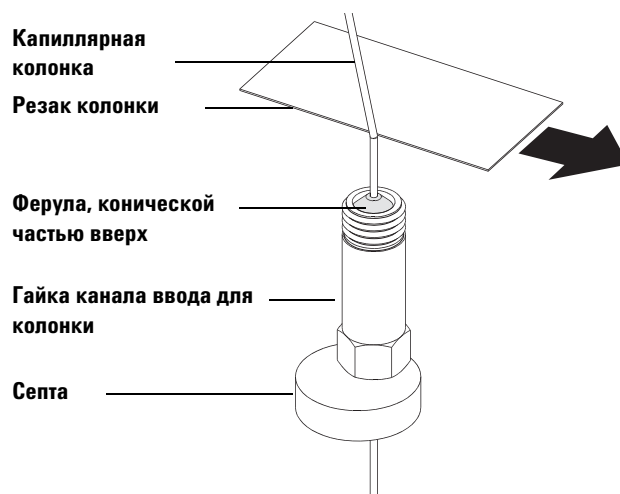

Рисунок 3 Подготовка капиллярной колонки к установке
- 2 Работая в чистых перчатках, проткните колонку через септу (потребуется приложить усилия). Затем сдвиньте септу, гайку колонки и откондиционированную ферулу от свободного конца колонки (Рисунок 3). Коническая часть ферулы должна быть направлена от гайки колонки.